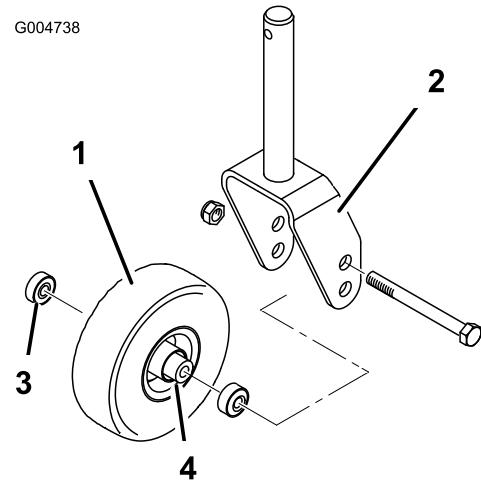
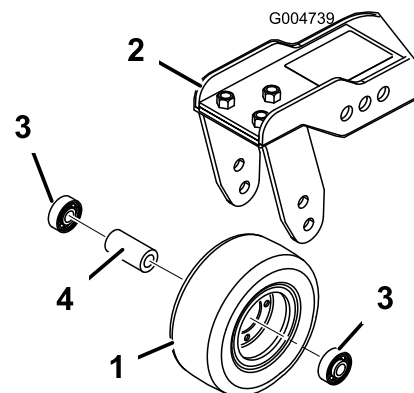

Bild 84
Bild 85
1. Entfernen Sie die Sicherungsmutter von der Schraube, mit denen das Laufrad in der Mitte der Laufradgabel (Bild 84) oder am Laufradgelenkarm (Bild 85) befestigt ist. Halten Sie das Laufrad fest und schieben die Schraube aus der Gabel oder vom Gelenkarm ab.
2. Entfernen Sie das Lager aus der Radnabe und lassen das LagerdistanzstÜck herausfallen (Bild 84 und Bild 85). Entfernen Sie das Lager aus der gegenÜberliegenden Seite der Radnabe.